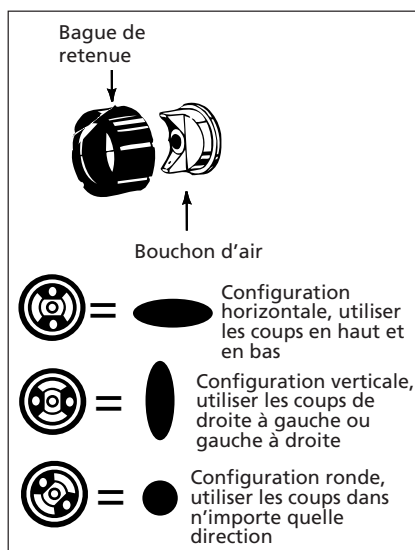

Figure 12 - Ajustement du "Type" de configuration de pulvérisation
4. Pour ajuster le "type" de configuration, tourner le bouchon d'air à la position désirée. (Voir Figure 12).